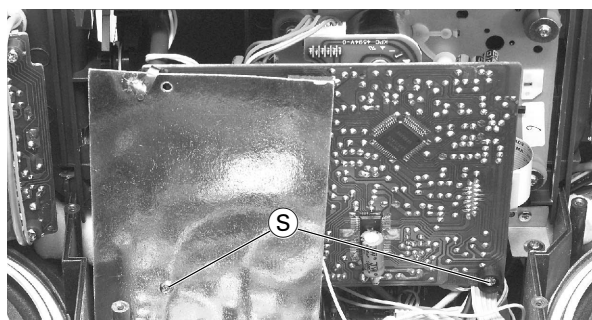

Fig. 20
- 2 Schrauben ⑤ (Fig. 20) herausdrehen (Fig. 20).
- Undo the 2 screws ⑤ (Fig. 20).